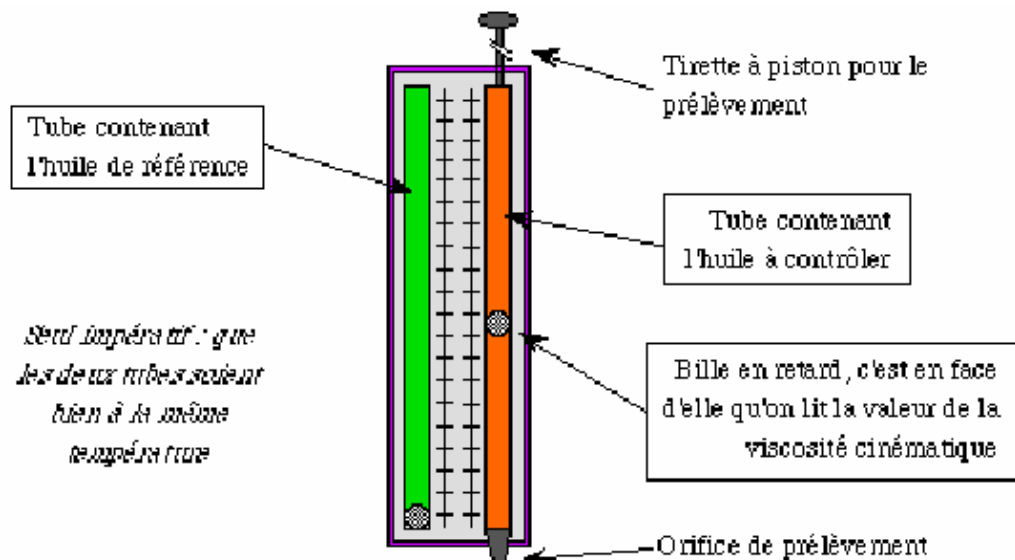

Fig.4
- Viscosimètre à billes:** on compare la vitesse de descente de deux billes dans deux tubes contenant respectivement, l'un l'huile à contrôler et l'autre une huile de référence. On lit directement la viscosité cinématique en face de la bille restée en retard. L'échelle proposée permet de connaître directement la viscosité à 40°C pour en déduire le grade ISO (ou à 100°C pour le grade SAE). Deux appareils distincts sont nécessaires, un pour les huiles industrielles à IV  $\approx$  100 et un autre pour les huiles moteurs à IV  $\approx$  150. Il faut faire très attention à ce que les températures des deux tubes soient identiques. Ce type de viscosimètre est bon marché et pratique d'emploi sur le terrain, cependant les résultats lus sont peu précis et non normalisés, fig.4.